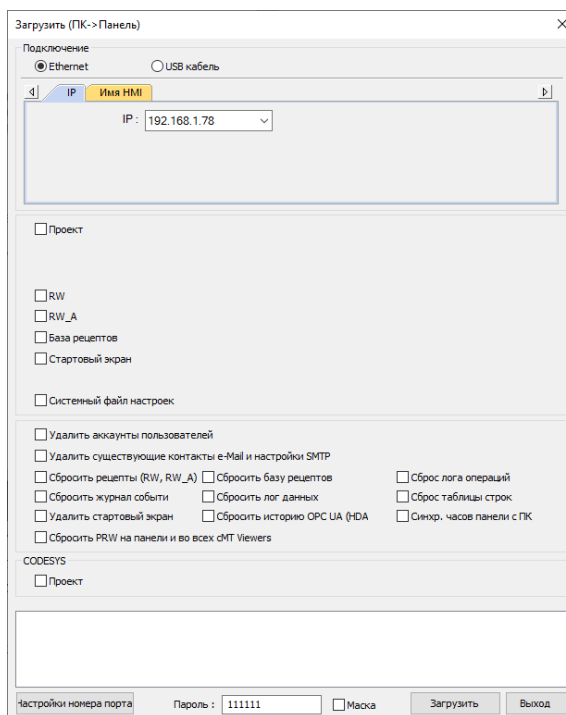

Рисунок 4.21 – Окно «Загрузить (ПК->Панель)» ПО Utility Manger
4. В окне «Загрузка/Выгрузка» нажать на кнопку «Загрузка». В окне «Загрузить (ПК->Панель)» (рисунок 4.21) выбрать способ подключения к панели оператора – с использованием Ethernet-кабеля или USB-кабеля.